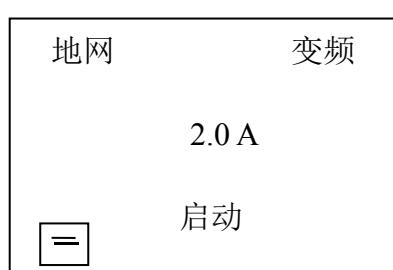
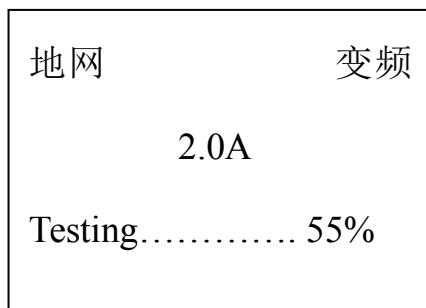
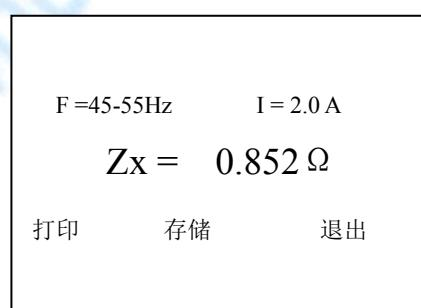

图3
图 6
图 7
3.1、打开电源开关，计算机进行自检，液晶屏显示中文主菜单如图3所示。
2.5、测试：打开高压允许开关，当光标在测试项目上时，按确认键大约 5 秒钟开始测试。测试过程中显示的画面如图 6（地网，变频）所示，当下面的进程到 100%时候测试完毕，然后显示测量结果见图 7 所示，此时光标指示打印机图标，按确认键打印报告。测量结果的意义如下：
**4.5、手动打印:** 仪器测试完毕,出现图 7 所示的界面.按 键可以在“打印” ,“退出”之间选择.如果选择“打印”,按一下“确认”键,就会打印结果.如果选择“退出”,按“向下”键是把试验结果储存起来, 但一定要输入相对应的编号 (三位数字显示),按一下“确认”键,就会返回初始界面如图 3 所示, 当光标在“启动”上时, 按"向下"查看储存的试验结果。